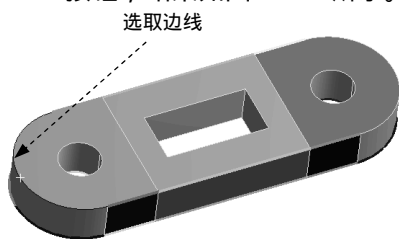
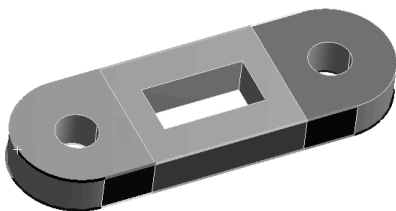

图 4.4.48 创建中点分割（一）
图 4.4.49 分割结果
(1) 创建中点分割（一）。在“Outline”窗口中选中  Virtual Topology 节点，选取图 4.4.48 所示的边线，在“Virtual Topology”工具栏中单击  Split Edge 按钮，结果如图 4.4.49 所示。